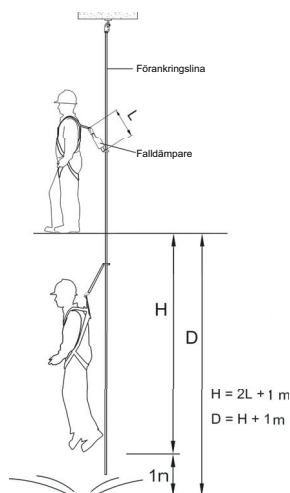

Fig. 1 Stoppsträcka och fallskyddsavstånd
- För krav på största stoppavstånd H och minsta fallskyddsavstånd D, se fig. 1 (L är falldämparens längd).